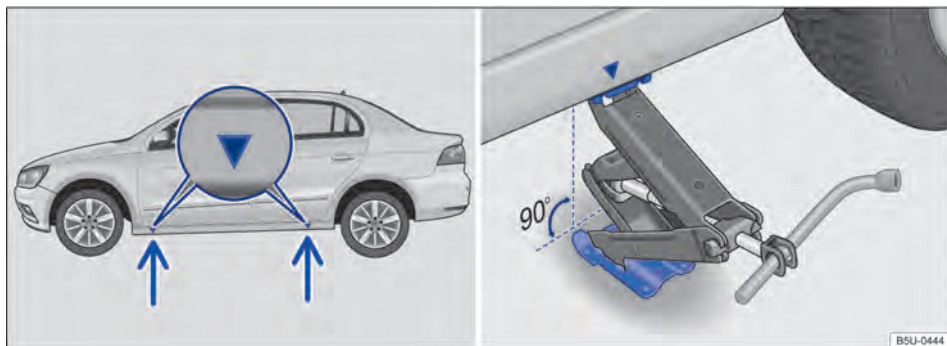

Fig. 191 Pontos de apoio do macaco e macaco posicionado no lado esquerdo traseiro do veículo.
O macaco somente pode ser posicionado nos pontos de apoio indicados (marcação na carroceria) → Fig. 191. É válido o ponto de apoio localizado próximo à roda correspondente → ⚠.
7. Procurar sob o veículo o ponto de apoio do macaco → Fig. 191, mais próximo da roda a ser trocada.
9. Garantir que a base do macaco, com toda sua superfície, esteja sobre o chão e que a base se encontre perpendicularmente abaixo do ponto de colocação → Fig. 191.
10. Alinhar o macaco e, simultaneamente, levantar a garra do macaco até ela se encaixar na travessa debaixo do veículo → Fig. 191.
- Posicionar o macaco somente nos pontos indicados. A garra do macaco deve se encaixar no perfil da longarina de forma segura → Fig. 191.